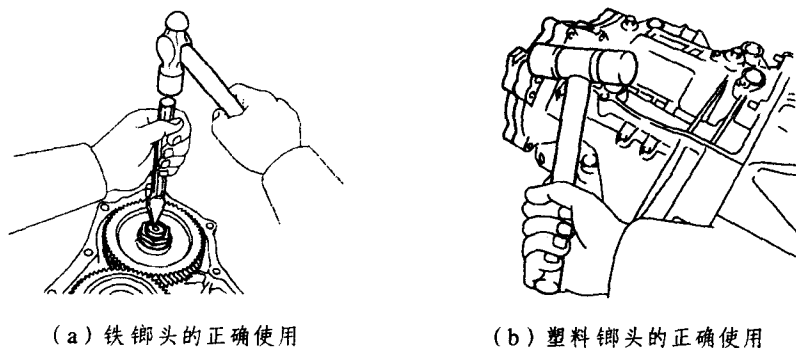

图 1-24 榔头的正确使用
(5) 螺丝刀的正确使用。用来松动或拧紧螺丝,螺丝刀末端有各种形状以配合不同的螺丝头。使用时必须注意以下几点:
① 使用适当尺寸和形式的螺丝刀以精确地配合螺丝,握住螺丝刀时要垂直于螺丝。
② 勿用螺丝刀撬或凿物体,也不能用钳子夹住螺丝刀施加更大的力量,使用不当会毁坏螺丝刀和螺丝。
(6) 榔头的正确使用。榔头用来将零件推入或取出,为了防止敲击时损坏零件,也有几种软头型榔头可供使用,如图 1-24 所示。